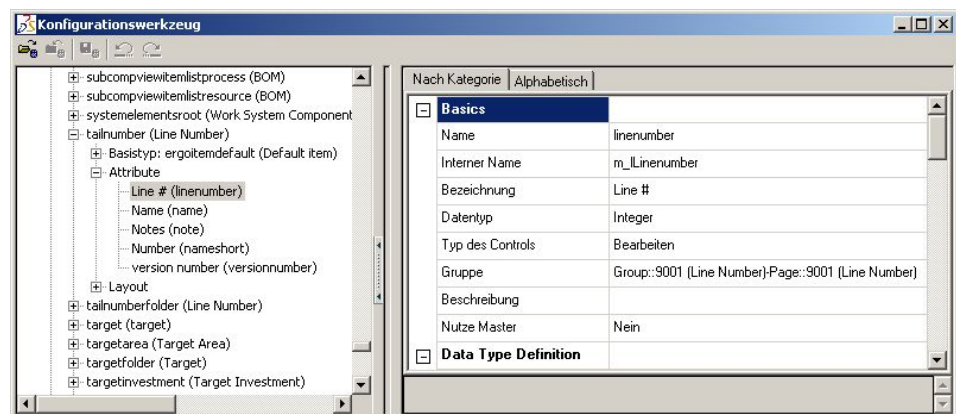

Abbildung 68: Linenumber auswählen
- ➋ Öffnen Sie jetzt das Attribut *linenumber*. Siehe auch: Abbildung 68.